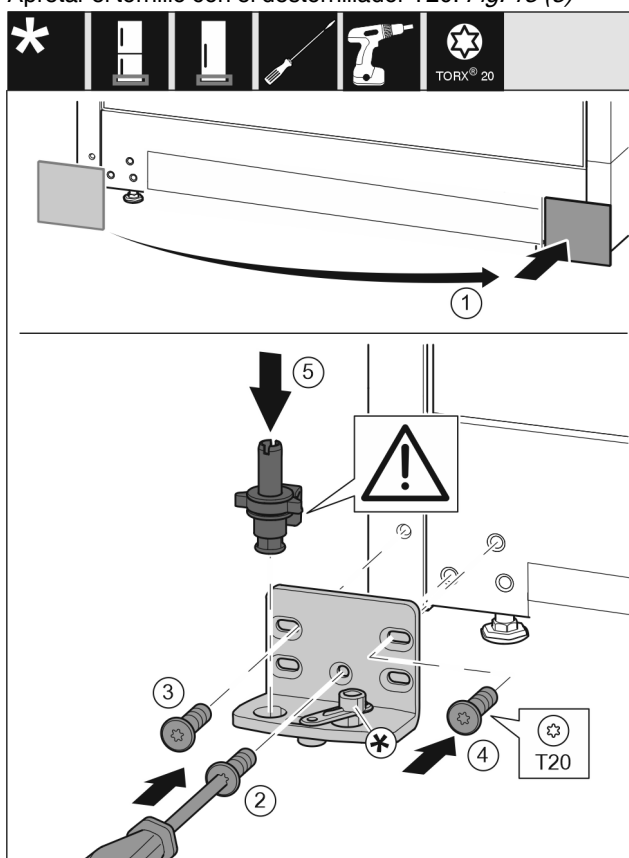

Fig. 14
- ▶ Retirar la cubierta y colocarla en el otro lado. Fig. 14 (1)
- ▶ Colocar el soporte de apoyo en el otro lado y atornillarlo con la ayuda de un destornillador T20. Empezar por el tornillo 2 en la parte inferior central. Fig. 14 (2)
- ▶ Apretar los tornillos 3 y 4. Fig. 14 (3,4)
- ▶ Introducir totalmente el perno de apoyo. Asegurarse de que el saliente de retención mire hacia atrás. Fig. 14 (5)